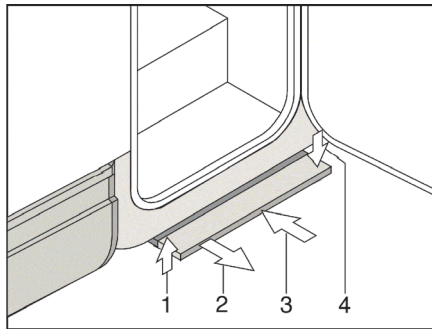

Bild 7 Mekaniskt manövrerbart fotsteg
- Drag fotsteget framåt (Bild 7,2) tills det hakar i.
- Lyft fotsteget något (Bild 7,1).
- Skjut in fotsteget till stoppläget under fordonsgolvet (Bild 7,3). Se till att fotsteget hakar fast ordentligt (Bild 7,4).